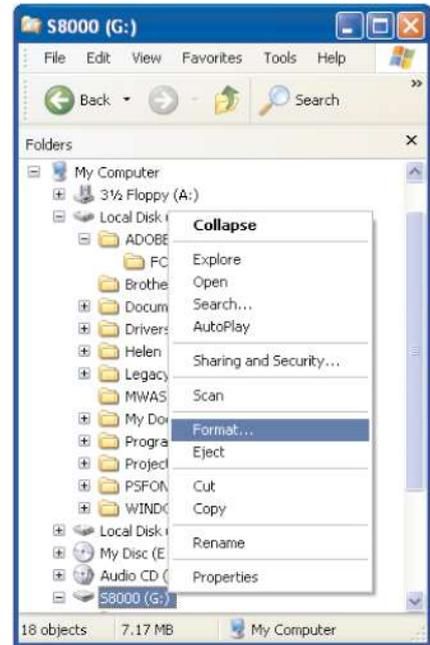
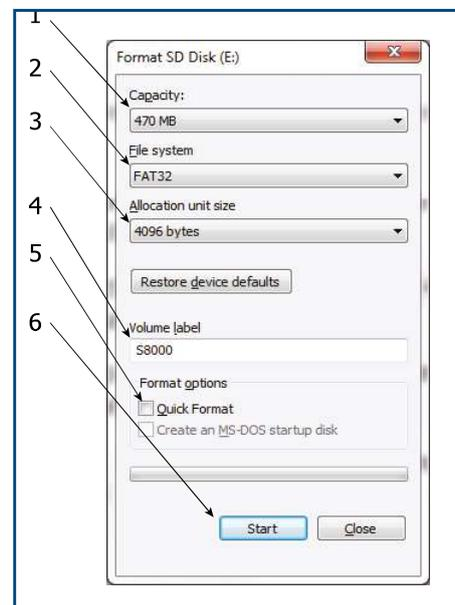

Abbildung 43 *Formatierung*
Abbildung 44 *Werte für die Formatierung einstellen*
3. Jetzt wird das Dialogfenster Format eingeblendet (Abb. 43). Die Speicherkapazität des Datenträgers wird in der ersten Zeile (1) angezeigt. Diese hängt natürlich vom eingesetzten Speichertyp ab (470 MB in diesem Beispiel).
4. Wählen Sie im Feld Dateisystem (2) (Abb. 43) FAT32 aus.
5. Lassen Sie den Standardwert im Feld Größe der Zuordnungseinheiten (3) stehen.
6. Geben Sie ggf. im Feld Volumenbezeichnung (4) ein Volumen ein, z. B. S8000.
7. Für die SD-Karte ist eine vollständige Formatierung erforderlich; lassen Sie also das Feld Schnellformatierung (5) deaktiviert.
8. Klicken Sie auf Start (6). Jetzt erscheint die Meldung wie in Abb. 44 gezeigt. Klicken Sie zum Fortfahren auf OK.